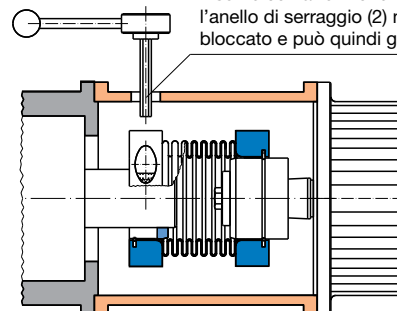

Fig. 8
Montaggio del giunto Serie 932.333 (fig. 1, pag. 4) e Serie 932.433 (fig. 3, pag. 4) – cfr. anche fig. 6 e fig. 8
– Cfr. anche fig. 7 e fig. 8
1. Estrarre l'anello di bloccaggio (2) con la boccola sporgente con foro conico (6) dal giunto.
3. Montare la boccola con foro conico (6) sull'albero conico.
5. Inserire il resto del giunto con il lato aperto del soffietto metallico fino in battuta, tra l'anello di serraggio (2) ed la boccola con foro conico (6).
6. Serrare la vite a testa cilindrica (4) rispettando assolutamente i valori della coppia di serraggio indicato alla tabella, pag. 4.
7. Far scorrere il secondo albero nel giunto su tutta la lunghezza della boccola di riduzione (5).
8. Controllare che il soffietto metallico (1) sia inserito fino in battuta tra l'anello di serraggio (2) e la boccola di riduzione (5) e che le fessure del soffietto metallico (1), dell'anello di serraggio (2) e della boccola di riduzione (5) siano allineate.
9. Serrare la vite a testa cilindrica (4). La coppia di serraggio (vedi dati tecnici, pag. 4) deve essere assolutamente rispettata.